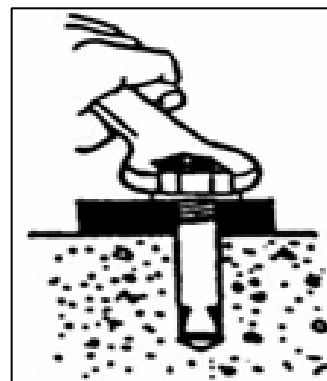

Рисунок 20
- Затяните колпачок болтов заземления. **Рисунок 20)**